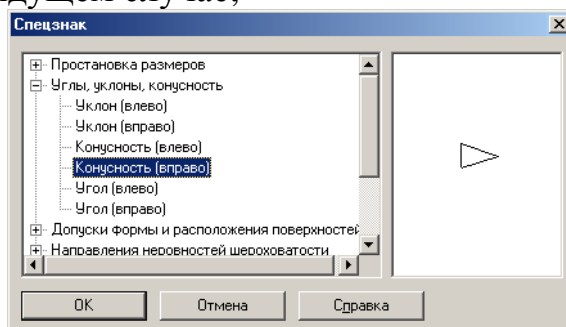

Рис. 54
- в диалоговом окне выделите строку **Конусность (вправо)** (рис. 54) и щелкните **ОК**;